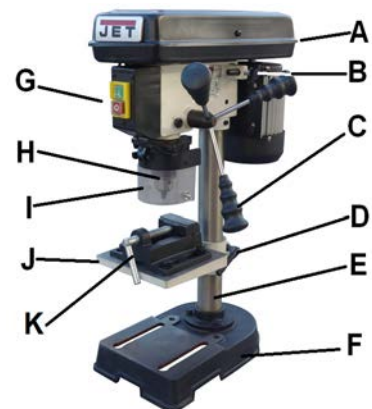

Рис. 1
Прикрутите колонну (E, Рис. 1) к основанию станка (F). Хорошо затяните винты.
Установите патрон (H, Рис. 1) в конус шпинделя.
Ослабьте фиксатор опоры электродвигателя (В, Рис. 1).